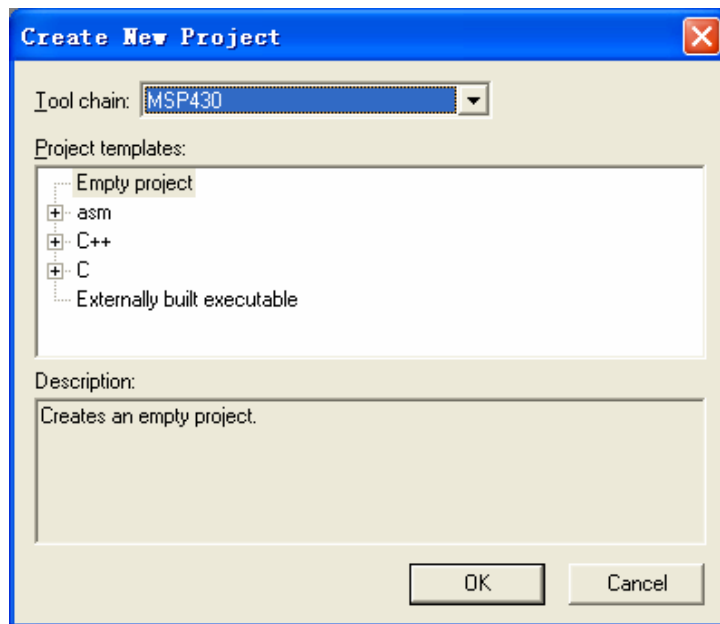
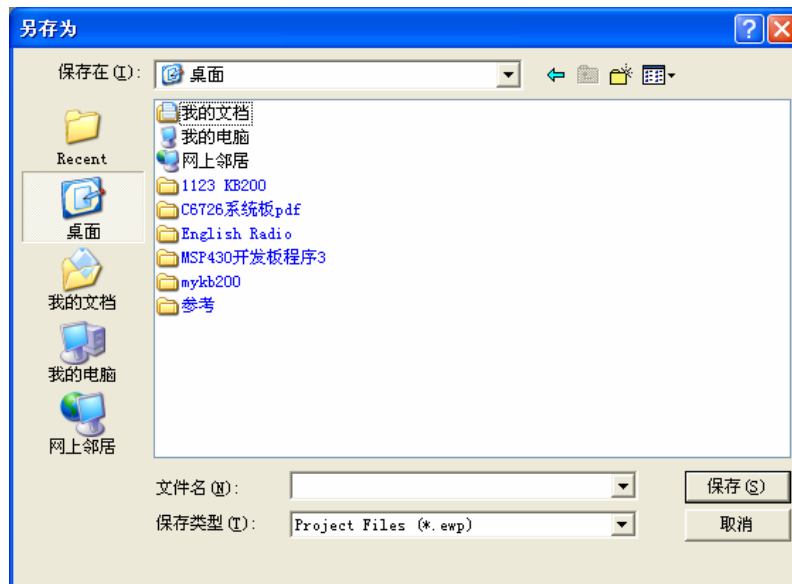

图 2.1
图 2.2
1、创建一个新的项目，选择 **Project>Create New Project**。可以看到图 2.1。我们选择项目模板 **Empty project** 后，会出现另存为的对话框如图 2.2 所示，选择文件的保存位置并在文件名一栏输入项目名字，单击确定就可以了。这样将建立一个空的不包含任何文件的项目。
2、也可以选择最后一行 **+** **C**，单击 **C** 旁边的 **+**，选中下面新出现的 **main**，单击 **OK** 以后新建一个带有一个 **main.c** 源文件的项目。单击 **OK** 后同样会出现图 2.2 的画面，进行类似操作保存即可。